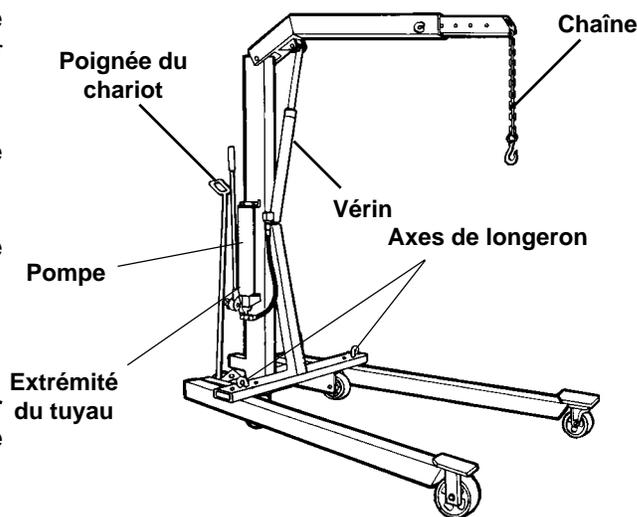

Figure 2
5. Installer la pompe sur le mât de la grue, l'extrémité du tuyau en bas. Visser quatre vis d'assemblage 1/4 x 1 po à travers la base de la pompe et dans le mât (figure 2).